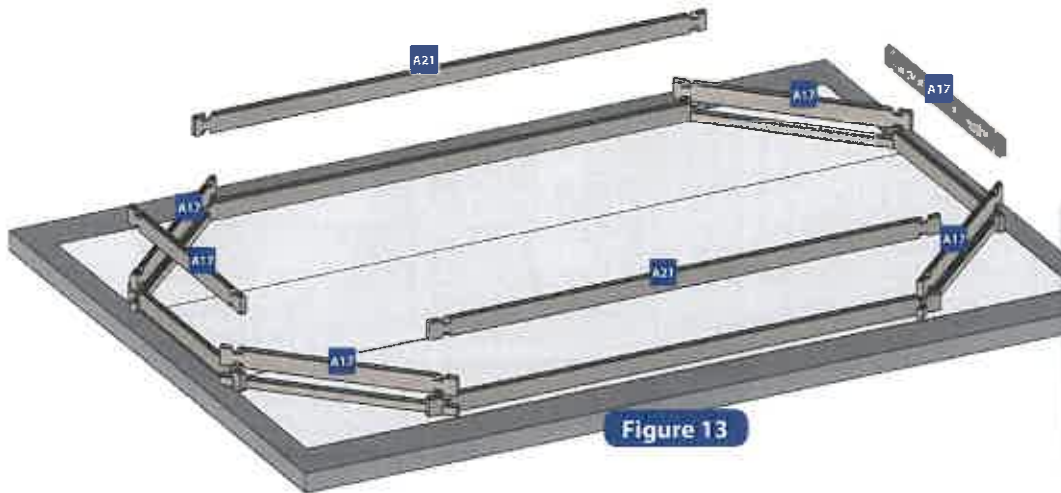

Figure 13
- Positionnez les madriers de la deuxième rangée conformément à la figure 13.